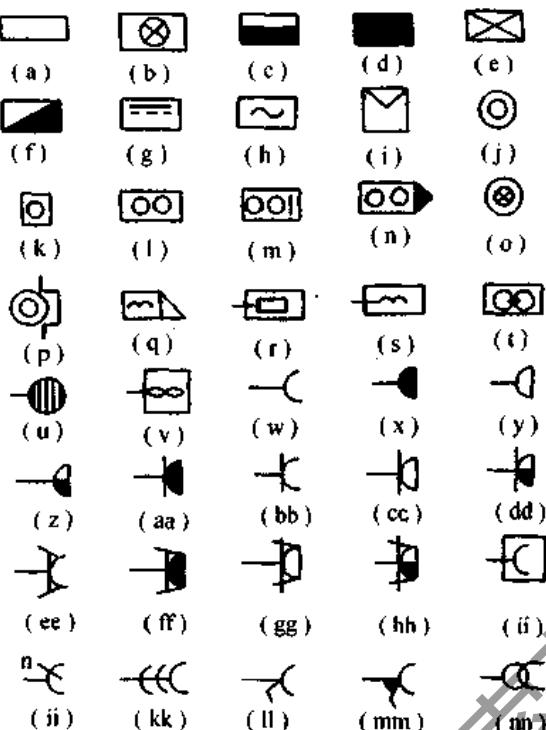

图 9-4 配电、控制和用电设备图形符号
- 图 9-4(g)所示为直流配电盘。
- 图 9-4(h)所示为交流配电盘。
- 图 9-4(i)所示为启动器的一般符号。
- 图 9-4(j)所示为按钮的一般符号,小圈允许涂黑。
- 图 9-4(k)所示为按钮盒图形符号。
- 图 9-4(l)所示为有两个按钮的按钮盒图形符号。
- 图 9-4(m)所示为密闭型具有两个按钮的按钮盒。
- 图 9-4(n)所示为防爆型按钮盒。
- 图 9-4(o)所示为带指示灯的按钮。
- 图 9-4(p)所示为限制接近按钮。
- 图 9-4(q)所示为电锁图形符号。
- 图 9-4(r)所示为电阻加热装置,如电阻丝。
- 图 9-4(s)所示为感应加热炉。
- 图 9-4(t)所示为交流电焊机。
- 图 9-4(u)所示为热水器。